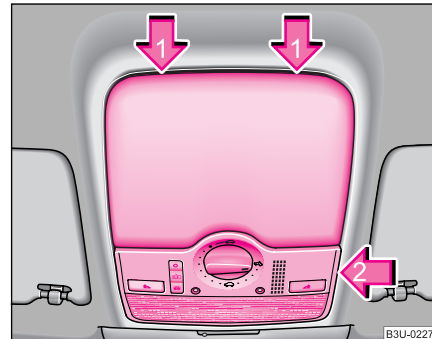

Fig. 193 Lampa interioară din față la autovehiculele cu trapă electrică
- Introduceți vârful unei șurubelnițe mici în partea din spate a capacului mecanismului de acționare a plafonului glisant - săgeata 1- ♥ pagina 257, fig. 193.